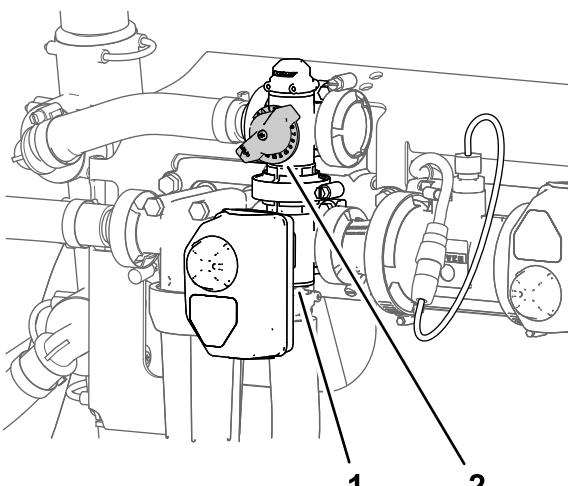

Рисунок 34
- Отрегулируйте перепускной клапан перемешивания (Рисунок 34) на задней стороне клапана перемешивания так, чтобы давление в системе опрыскивания, показываемое манометром, составляло 689 кПа (6,89 бар).